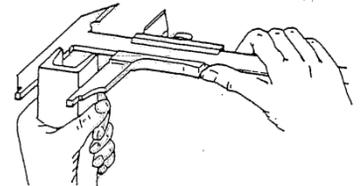

Bild 3 Meßstellung des Messschiebers
4. Die Meßfläche des Schiebers vorsichtig gegen das Werkstück schweben und mit nicht zu großer Meßkraft anpressen (Bild 3).